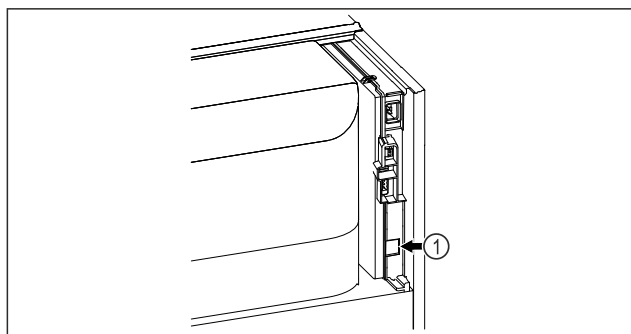

Fig. 99
- Le SmartModule Fig. 99 (1) est installé.